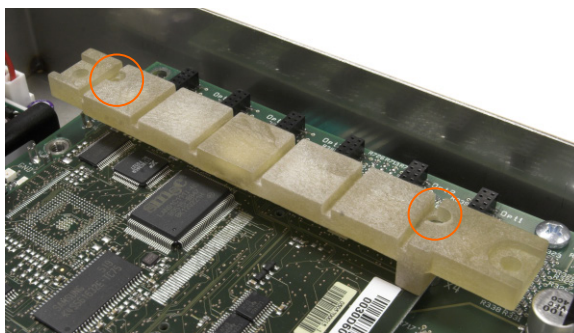

Figura 3-51: Ubicación de los tornillos de la guía inferior de la tarjeta
9. Retire los dos tornillos que sujetan la guía de la tarjeta superior, mostrada en la Figura 3-51, y levante la guía de sus soportes.
1. Afloje y retire los tornillos que sujetan la guía de la tarjeta superior (Figura 3-51), y ponga en su sitio sus soportes.
5. Coloque de nuevo la guía superior de la tarjeta, teniendo cuidado en chocar el borde superior de las tarjetas opcionales en las ranuras de la guía superior (vea la Figura 3-51).